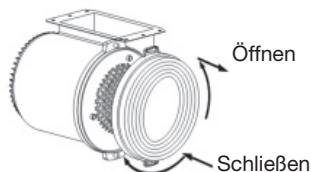

Abbildung 9
• INSTALLATION DES AKTIVKOHLEFILTERS, SIEHE ABBILDUNG 9